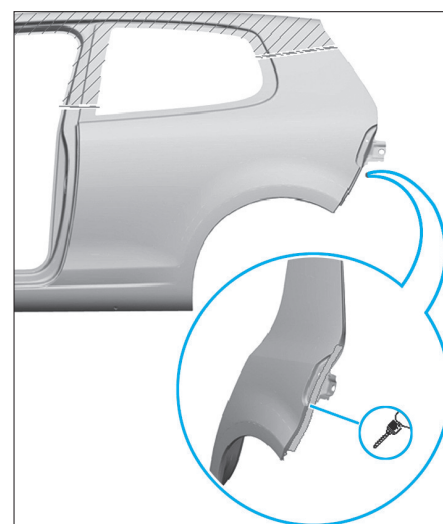

FIG. 130
- Reporter les lignes de coupe sur la pièce neuve et procéder au découpage (Fig.130).